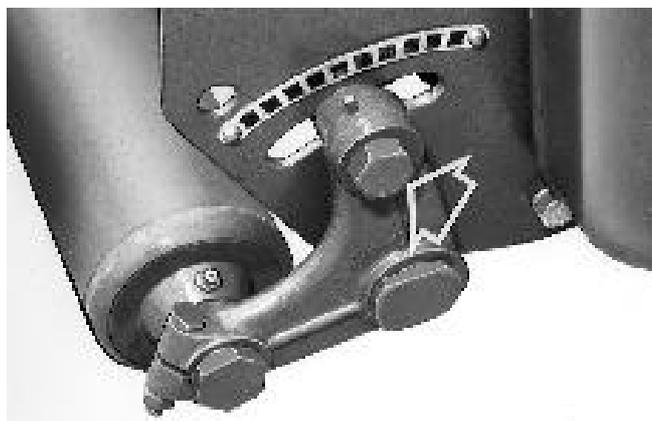

Fig.32
1. Die Schrauben (Abb. 32), mit denen die Vorderwalzenhalterungen an beiden Seiten der Maschine befestigt sind, lockern.